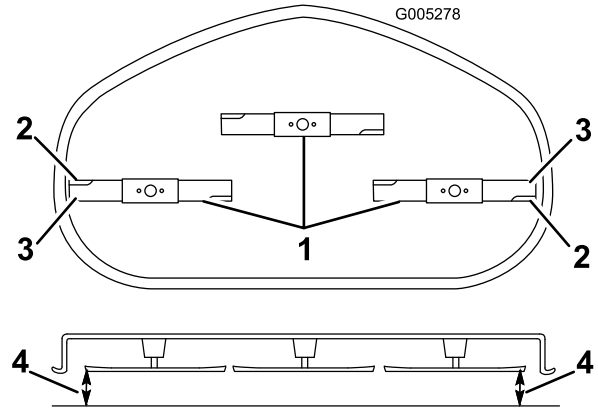

Bild 40
5. Drehen Sie die Schnittmesser vorsichtig von einer Seite zur anderen (Bild 40). Wenn beide Messwerte nicht innerhalb von 5 mm liegen, ist eine Einstellung erforderlich. Machen Sie mit diesen Schritten weiter.
6. Messen Sie den Abstand zwischen den äußeren Schnittkanten und der ebenen Oberfläche (Bild 40). Wenn beide Messwerte nicht innerhalb von 5 mm liegen, ist eine Einstellung erforderlich. Machen Sie mit diesen Schritten weiter.